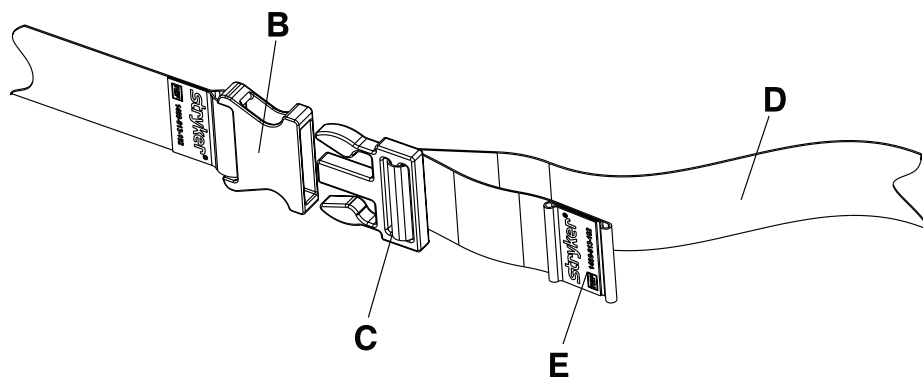

图14-17: 系上膝部安全带
2. 如要系上膝部安全带 ( 图14-17 第14-29页 ) :
- b. 用另一只手抓住拉带(D) ( 图14-17 第14-29页 ) 。
- b. 用一只手抓住拉带有褶边的一端(E) ( 图14-17 第14-29页 ) 。